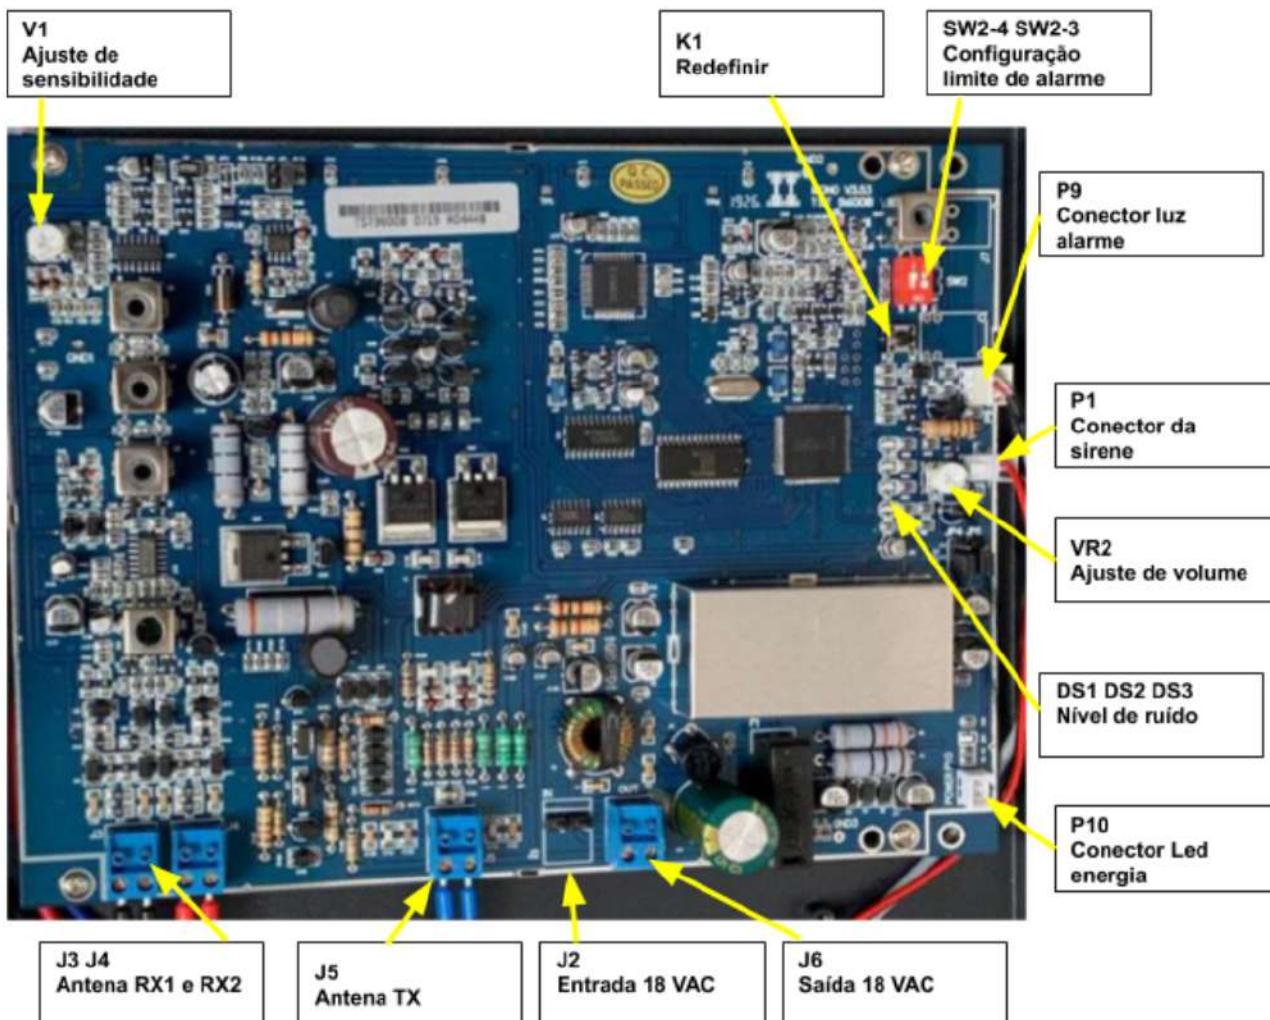

Figura 1
4. Procedimentos de instalação (veja a Figura 1)